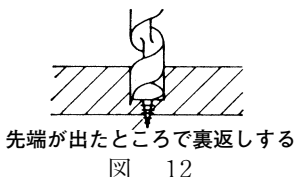

図 12
- 木材に通し穴をあける場合は、錐の先端が裏に少し出たとき、裏返しして裏側からあけると、きれいにあきます。(図12)